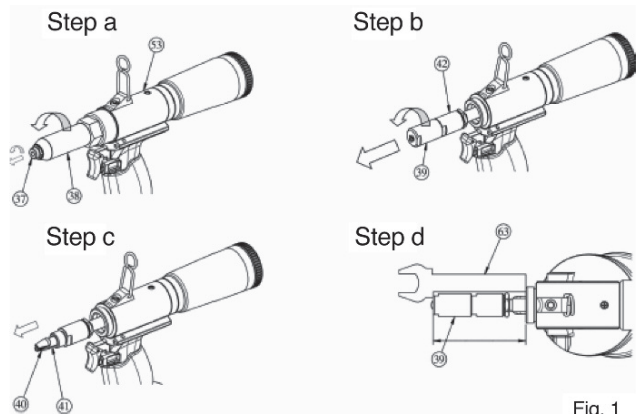

Fig. 1
Spåner fastklemt i del 39.	Benyt en svensknøgle eller en skruenøgle (63) for at fjerne del 38. Benyt herefter den medfølgende skruenøgle for at fjerne reservedelen (39). Fjern eventuelle aflejringer fra delene. Fastspænd delene 38 og 39 (fig. 1).